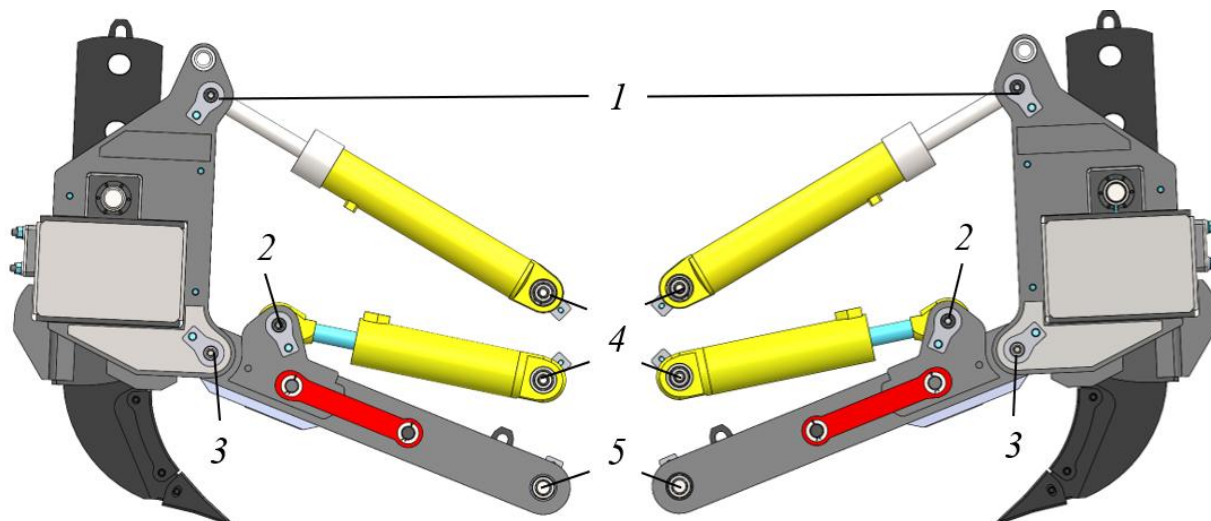
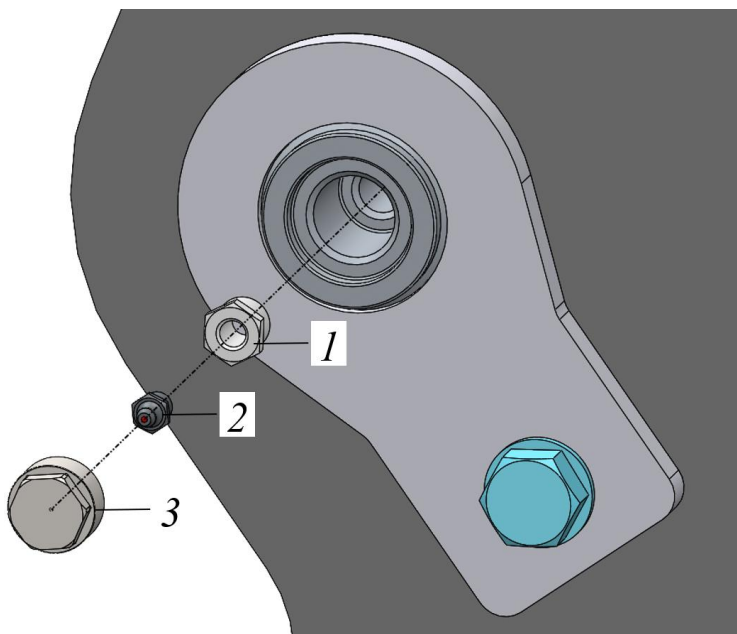

Рисунок 5.102. Смазка рыхлительного оборудования
Рисунок 5.103. Процедура смазки осей рыхлительного оборудования
- ▶ Ключом  на 24 выкрутить пробки 3, рис. 5.103 осей рыхлительного оборудования;
- ▶ Рычажно-плунжерным шприцом через пресс-масленку 2, рис. 5.103 прошприцевать оси рыхлительного оборудования (см. поз. 1-5, рис. 5.102) до выхода чистой смазки из зазоров.
- ▶ Вкрутить пробки 3, рис. 5.103.